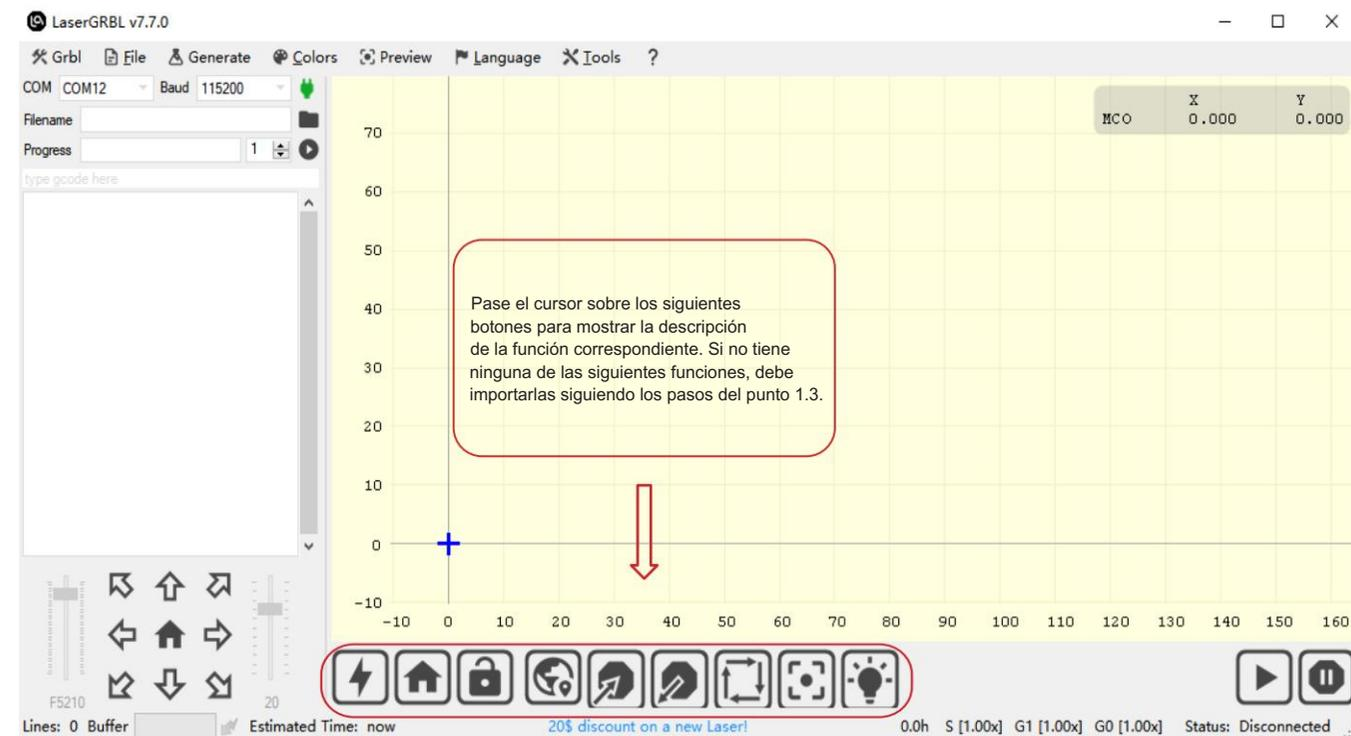

Figura 2 Interfaz de LaserGRBL
• El software instalado se muestra como en la figura 2.